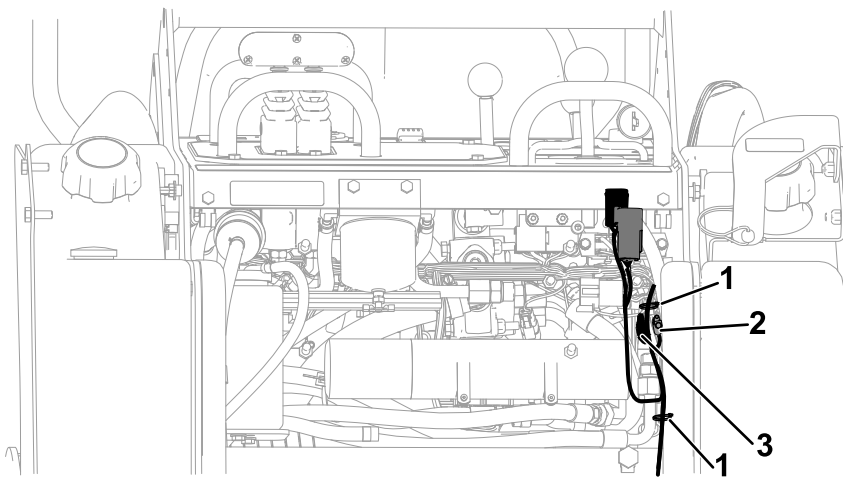

Figuur 10
- B. Steek de kabelboomconnector van de tractie-eenheid in de kabelboomconnector van de montageset (Figuur 10).
- C. Steek de andere kabelboomconnector van de montageset in de contactschakelaar (Figuur 10).